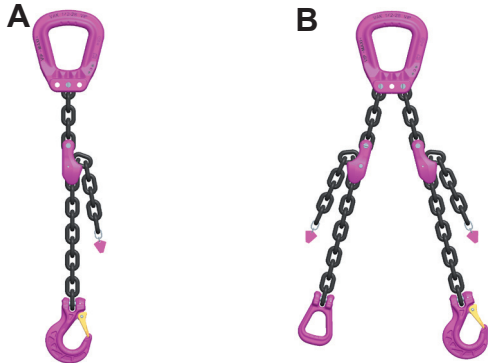

Fig. 11:
- 1 Accorciatore VIP diametro 28, quando viene usato su catene a due braccia, deve essere montato in maniera che la tasca dell'accorciatore sia rivolta verso l'esterno (confronta con Fig. 11 B).